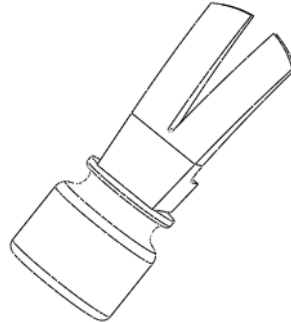

图 40-29
(3) 单击草绘命令工具栏中的  按钮, 返回拉伸特征操控板, 调整材料的移出方向, 单击  按钮, 完成特征的建立, 如图 40-29 所示。